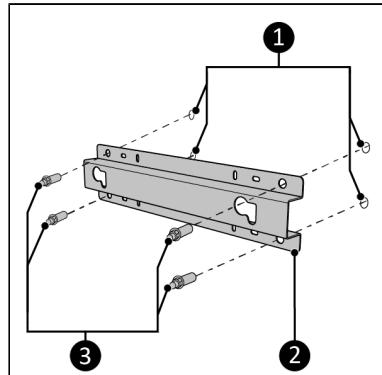

Figure 83.
1. Placer vægbeslaget (Figure 83, pos. 2) mod væggen og marker de fire huller (Figure 83, pos. 1). Sørg for at placere beslaget lodret (se mærkaten "Denne side op" på beslaget).
4. Spænd vægbeslaget til væggen med de fire møtrikker (Figure 83, pos. 3).